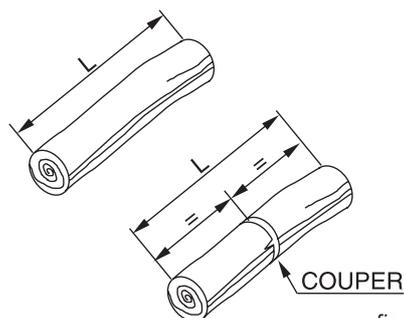

fig. 49
- Dans le cas où la qualité du bois pourrait créer une "voûte", il peut s'avérer indispensable de couper les bûches par le milieu (fig. 49) de façon à ce que la longueur totale "L" respecte ce qui est indiqué au paragraphe "Premier chargement".